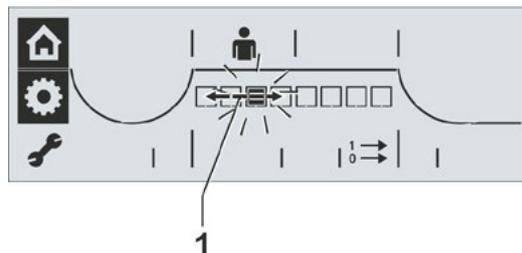

Рис. 2: Выбор набора сигналов
2. Нажмите кнопку Drive Controller. Чёрный сегмент, показывающий заданный набор сигналов, мигает (рис. 2).
3. Поверните кнопку Drive Controller и выберите требуемый набор сигналов (рис. 2, поз. 1). Сегмент на шкале показывает выбранный набор сигналов, причём первая позиция слева принадлежит набору сигналов 1.